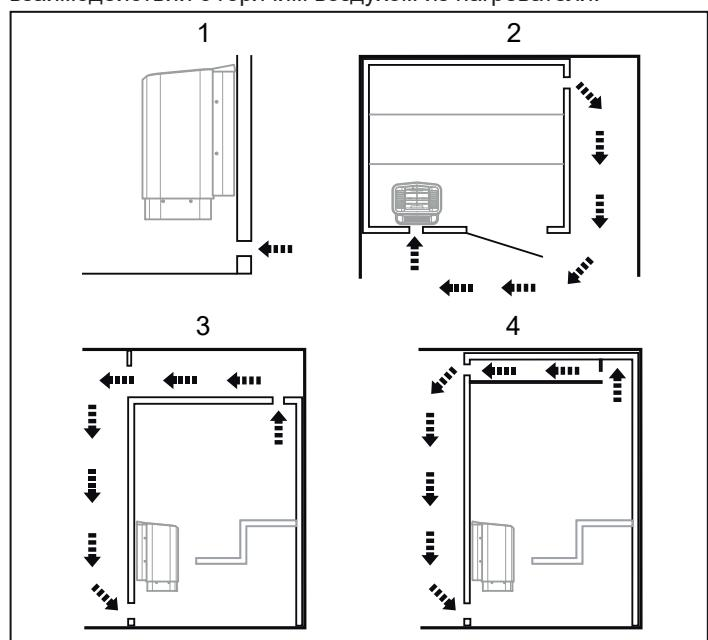

Рисунок 7: Позиционирование впускного и выпускного воздушного канала
- на максимальном расстоянии до впускного вентиляционного канала, например, по диагонали (см. Рисунок 7).
- высоко на стене или на потолке (см. Рисунок 7).